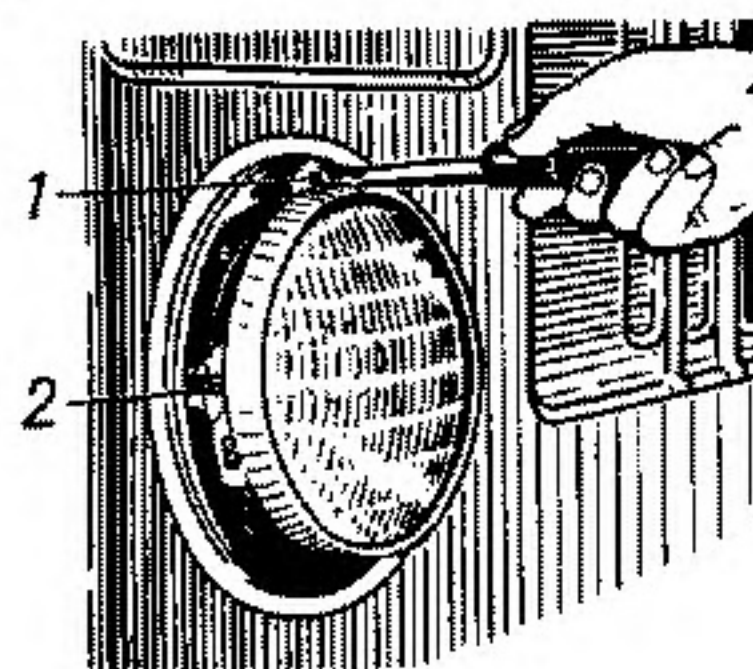

Рис. 41. Регулировка установки фар:
4. Включить дальний свет и, закрыв одну из фар плотной тканью, установить другую регулировочными винтами 1 (рис. 41) и 2 так, чтобы центр светового пятна находился на